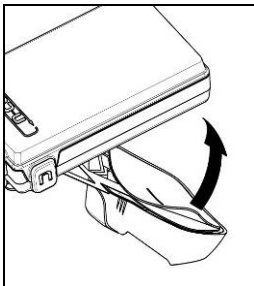

Fig. 2
- Ta av beskyttelsesfilmen på den dobbeltsidige tapen bak på ESS-systemet (fig. 2).